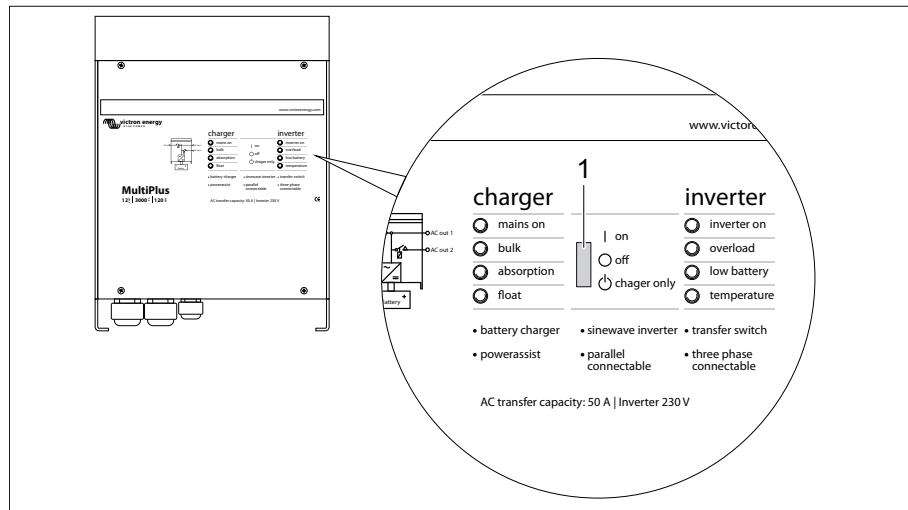

Bild 223 Växeloriktare MultiPlus
För korrekt funktion hos den Digital Multi Control-panelen måste vippknappen på växeloriktaren MultiPlus (Bild 223,1) stå i läge "on".
(Bild 223,1)
- ▷ Om ingen 230 V-anslutning föreligger och fordonet inte längre används måste vippknappen (Bild 223, 1) stå i läge "off". Annars kan det hända att batterierna är tomma efter senast 3–4 dagar.